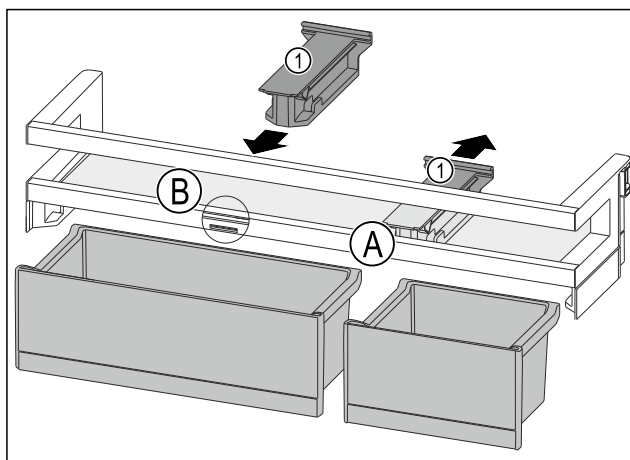

Fig. 142
- Retirer la pièce de retenue Fig. 142 (1) en position Fig. 142 (A) vers l'arrière.
- Mettre la pièce de retenue Fig. 142 (1) en position Fig. 142 (B).